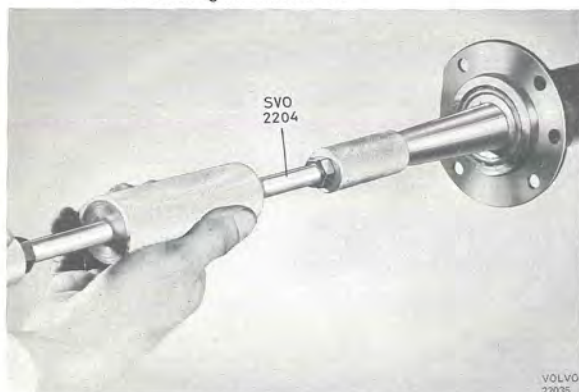

Bild 12. Demontering av drivaxel
2. Dra ut drivaxeln, bild 12. Använd utdragare SVO 2204.
2. Dra ut drivaxeln, bild 12. Använd verktyg SVO 2204. Kontrollera ev. byt tätningsringen.